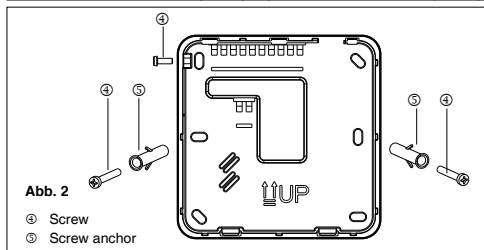

Abb. 2
- Entfernen Sie die Feststellschraube oben links, um die Einheit von der Steuerung zu trennen (Abb. 2). Sichern Sie die Einheit an der Wand und markieren Sie die Bohrlöcher.
- Verschließen Sie nun die Abdeckung der Steuerung mithilfe der anfangs gelösten Schrauben (Abb. 2).